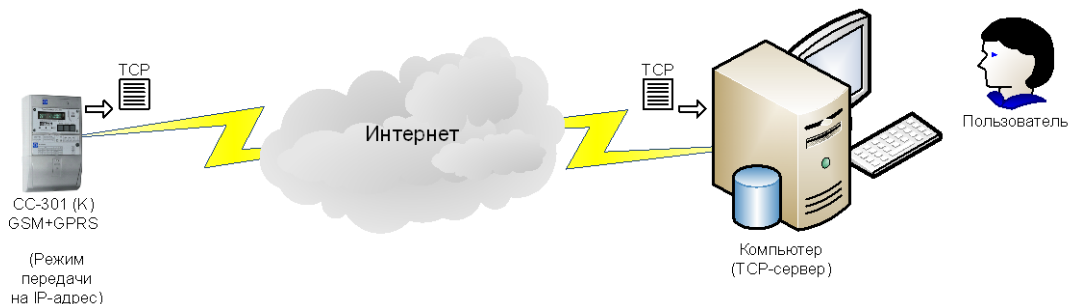

Рисунок 10. Передача показаний счетчика в TCP-пакетах на TCP-сервер по заданию пользователя
1.9 Счетчик автоматически по расписанию передает свои показания в TCP-пакетах на IP-адрес компьютера пользователя (TCP-сервер), подключенный к сети Интернет (Рисунок 10). В этом варианте основной последовательный интерфейс свободен, а модуль расширения «Модем GSM» внутри счетчика работает в режиме передачи на IP-адрес. Максимально допустимое расстояние до прибора ограничено только наличием доступа компьютера пользователя к сети Интернет, а счетчика – к сети оператора связи GSM/GPRS. Необходимые показания счетчика (см. Таблицу 1), расписание передачи и IP-адреса получателей программируются пользователем заранее. Примеры получаемых пользователем TCP-пакетов приведены в Приложении 1.